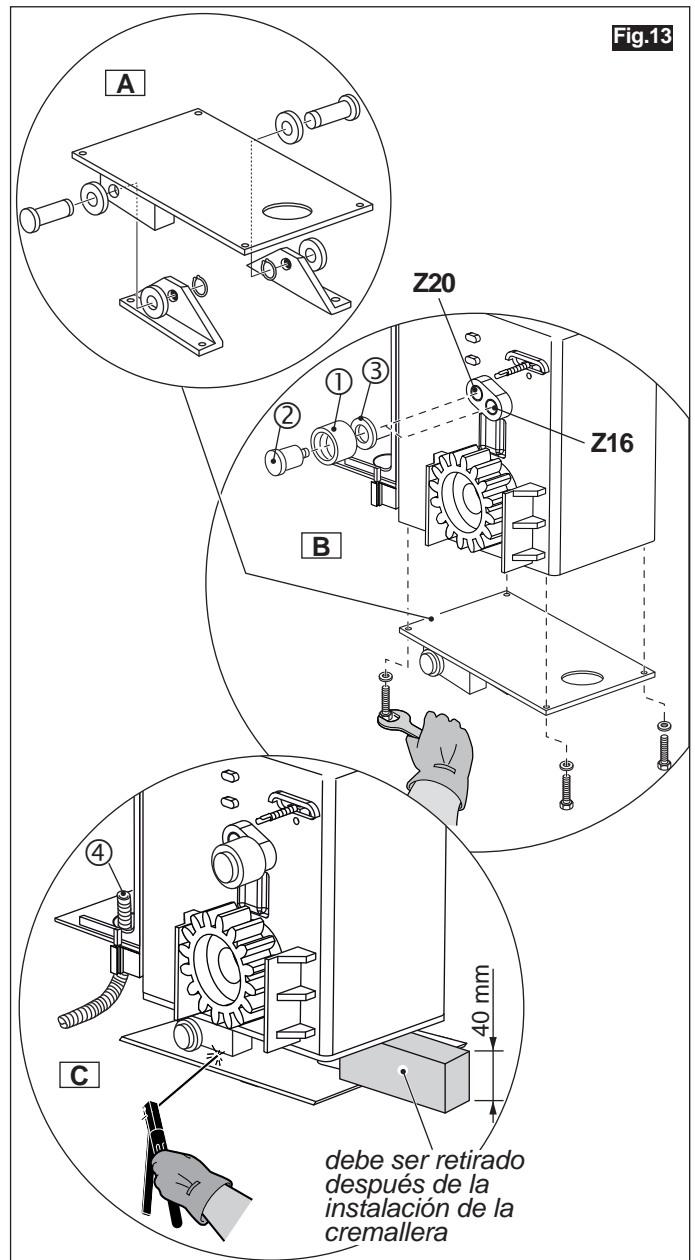

Fig.13
- Montar las dos esquadras de soporte debajo de la placa basculante, mediante perno con dos arandelas y anillo de retención (Fig.13-part.A).
- Montar también la rueda de contraste (Fig.13-ref.1) en el orificio elegido previamente en función del tipo de piñón utilizado (Z16 o Z20) (Part.B) y fijar mediante perno con arandela (ref.2-3).
- Montar la placa basculante debajo de la base de l'actuador mediante los tornillos adecuados con arandela (Fig.13-part.B). **POSICIONAR CORRECTAMENTE la placa como muestra la figura.**
- Posicionar el actuador su la placa de fundición haciendo pasar los cables electricos a través del orificio correspondiente (ref.4-Part.C).
- Soldar las dos esquadras de soporte de la placa basculante sobre la placa de fundición (Fig.13-part.C). **¡IMPORTANTE!**: se aconseja efectuar una soldadura preliminar con dos puntos, completandola solo **DESPUES** del montaje y control de la cremallera.